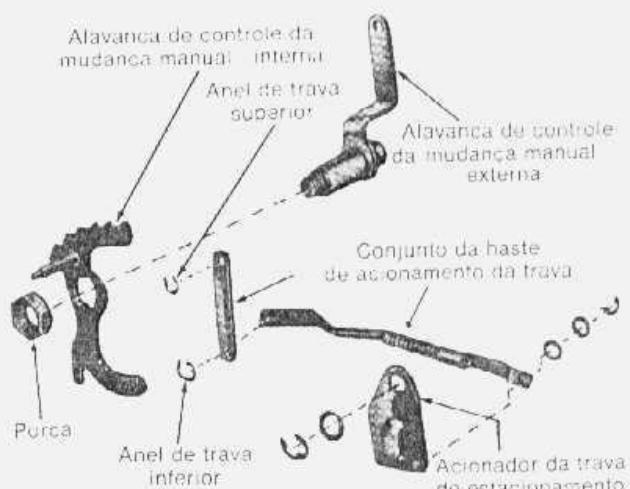

fig. 58 — articulações de controle no interior da caixa
1. Aplicar óleo penetrante na porca de fixação da alavanca externa para evitar quebra do eixo da alavanca interna. Remover a porca da alavanca externa da mudança forçada. Remover as alavancas interna e externa da mudança forçada. Remover a arruela de trava superior da articulação da alavanca de mudança manual, pelo interior da caixa (fig. 58). Remover a extremidade superior da articulação da alavanca do pino retentor na caixa.
- 4 Remover o anel de trava da articulação da trava de estacionamento e a arruela lisa. Remover a articulação da haste de acionamento (fig. 58).
- 2 Instalar na caixa, a alavanca de mudança manual externa e, em seguida, instalar a alavanca interna e a porca de fixação com o chanfro voltado para a alavanca (fig. 58). Apertar a porca de acordo com a especificação.
- 5 Colocar a alavanca de mudança manual interna em posição, atrás da haste da articulação, com o excêntrico da alavanca em contato com o pino inferior da articulação (fig. 58).